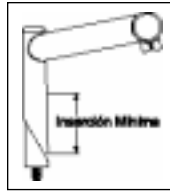

Fig.1
4. Para tubos de dirección con rosca, introduzca la potencia a una profundidad mínima conforme con la CPSC y las normas JIS. La potencia debe encajarse introduciéndola no menos de 2,5 veces su diámetro, medido desde el extremo inferior de la potencia (sin cuña, consulte la Fig.1)